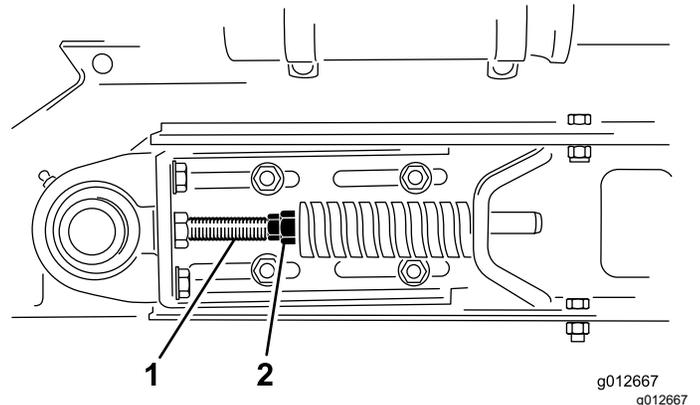

Figura 30
1. Desaperte as porcas de retenção frontais e traseiras na barra de tensionamento para libertar a tensão da mola (Figura 30).